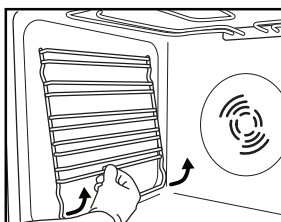

Рис. 3
1. Снимите боковые решетки, на которые устанавливаются принадлежности (Рис. 3).
2. Снимите боковые решетки, на которые устанавливаются принадлежности (при наличии) (Рис. 3).